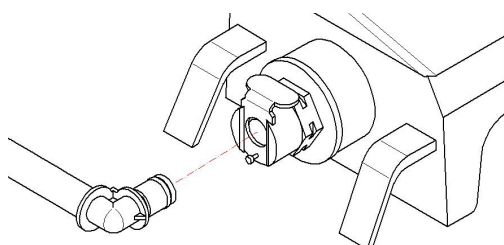

Fig. 1
6. No olvide **conectar el tubo de agua** presionando hasta oír el “clic” (Fig. 1).
- Monte sólo el tanque pequeño lleno de líquido y asegúrese de que ha conectado el tubo de agua presionando hasta oír el “clic” (Fig. 1).